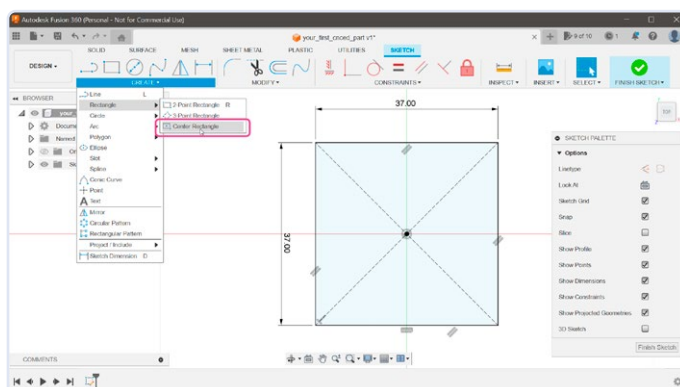

Figure 2. Définition des tailles des rectangles.
2. À l'aide d'un pied à coulisse, j'ai mesuré la taille du module encodeur rotatif : 37×37 mm. Créons un nouveau rectangle pour visualiser la taille du circuit imprimé (**figure 2**). Allez dans le menu **CREATE Rectangle Center Rectangle**. Lorsque l'outil est activé, placez le premier point à l'origine. Avec le clavier, tapez la première dimension (37), passez au prochain champ d'édition avec la touche **Tab** et tapez la deuxième valeur (37). Pour terminer le processus de création, tapez sur la touche **Entrée**.